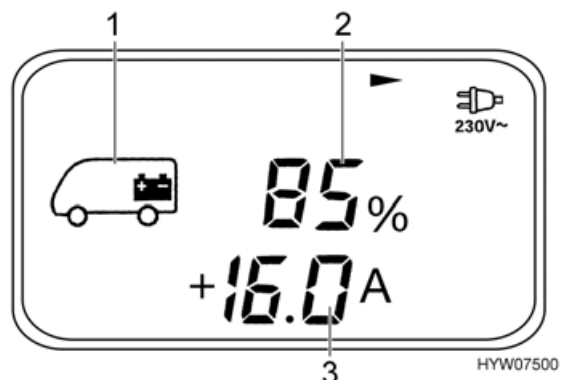

Bild 58 Batterie-Menü (Wohnraumbatterie)
■ Taste (Bild 55,2) drücken: das Batterie-Menü (Bild 58) erscheint.
- Batteriekapazität (% oder Ah) (Bild 58,2), Ladestrom (+A) (Bild 58,3) und Entladestrom (-A) der Wohnraumbatterie (Bild 58,1). Um von %-Anzeige auf Ah-Anzeige zu wechseln: Taste "OK" (Bild 55,6) drücken.
- Spannung (V) der Wohnraumbatterie und der Starterbatterie (Menüseite 2)